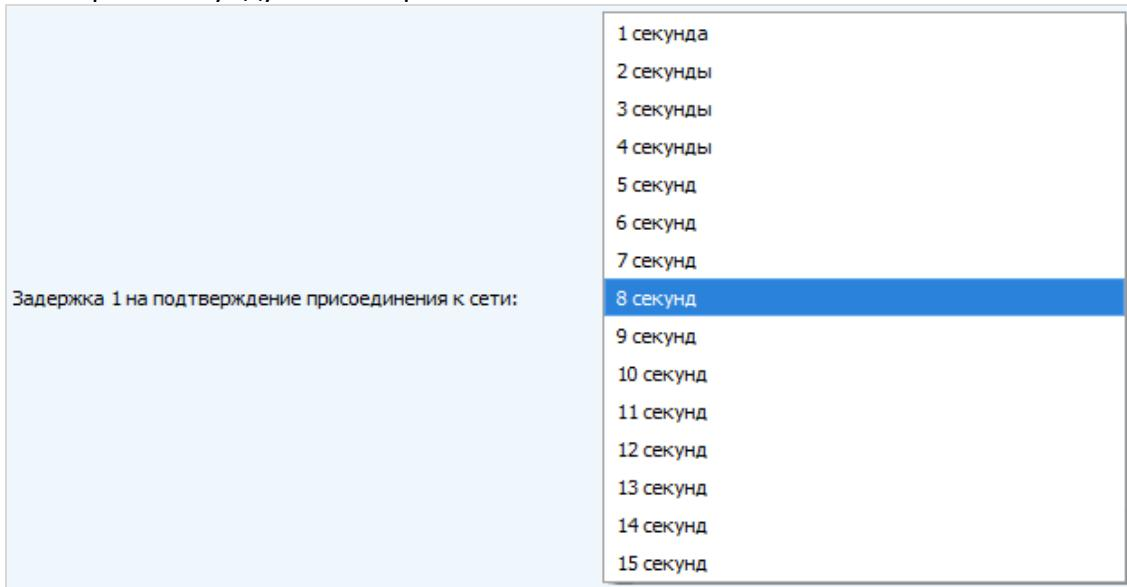

Рисунок 20 — Выбор времени открытия первого приёмного окна
3.5.2.6 «Задержка 1 на подтверждение присоединения к сети» (не отображается в режиме работы «Простой») – задаёт время, через которое счетчик откроет первое приёмное окно для получения подтверждения присоединения к сети LoRaWAN (рис. 20). Второе окно всегда открывается через 1 секунду после первого.